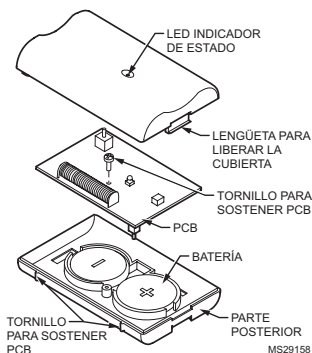
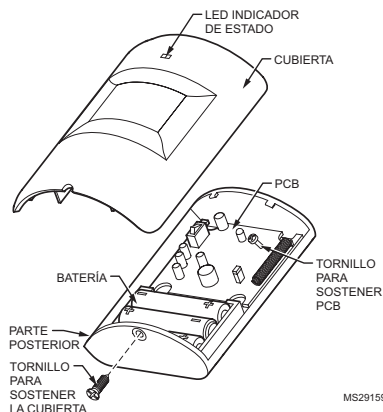

Fig. 11. Reemplazo de la batería del sensor de puerta
Fig. 12. Reemplazo de la batería del sensor de ocupación de PIR
2. Inserte las tres baterías AAA proporcionadas para encender el sensor de PIR. Consulte la Fig. 12 para conocer la orientación correcta de la batería.
Para el correcto reemplazo de la batería, observe las orientaciones de polaridad de la batería en la Fig. 11 y en la Fig. 12.